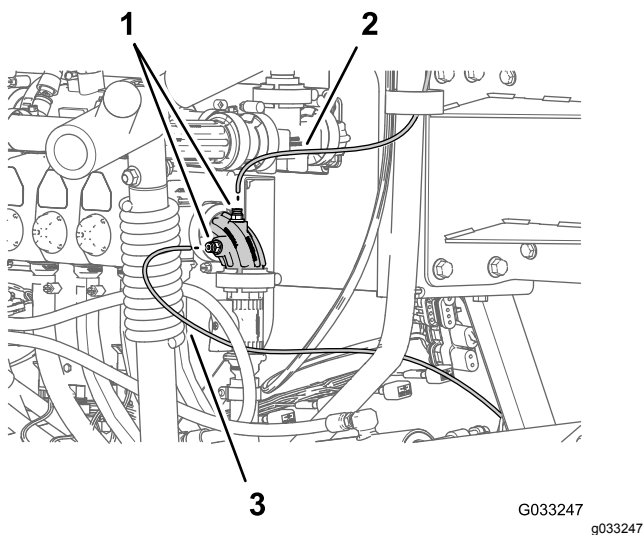

Figura 122
- Alinhe a extremidade do tubo sensor de pressão (plástico) para o indicador de pressão no painel com o anel de tensão do acoplador do tubo (Figura 121 e Figura 122).
2. Insira o tubo no anel de tensão até o tubo estar devidamente colocado (Figura 121 e Figura 122).